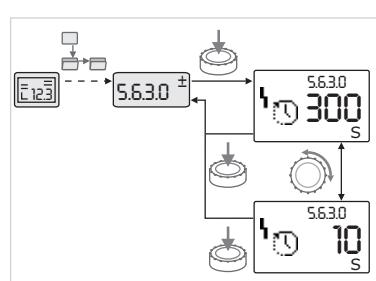

Fig. 40: Inställning med återgång till meny-elementet "Val/inställningar"
- Gör följande för att ändra börvärdet eller en inställning (exempel se fig 40):